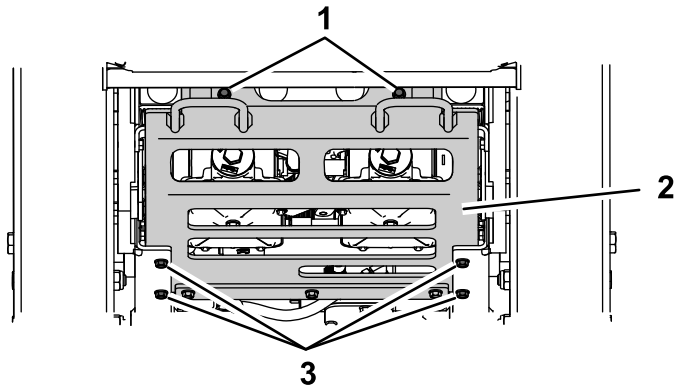

Figure 47
- Enlevez les 6 boulons (2 à l'arrière et 4 sur le côté) de la plaque de protection, et déposez la plaque (Figure 47).
- Posez la plaque de protection (Figure 47).